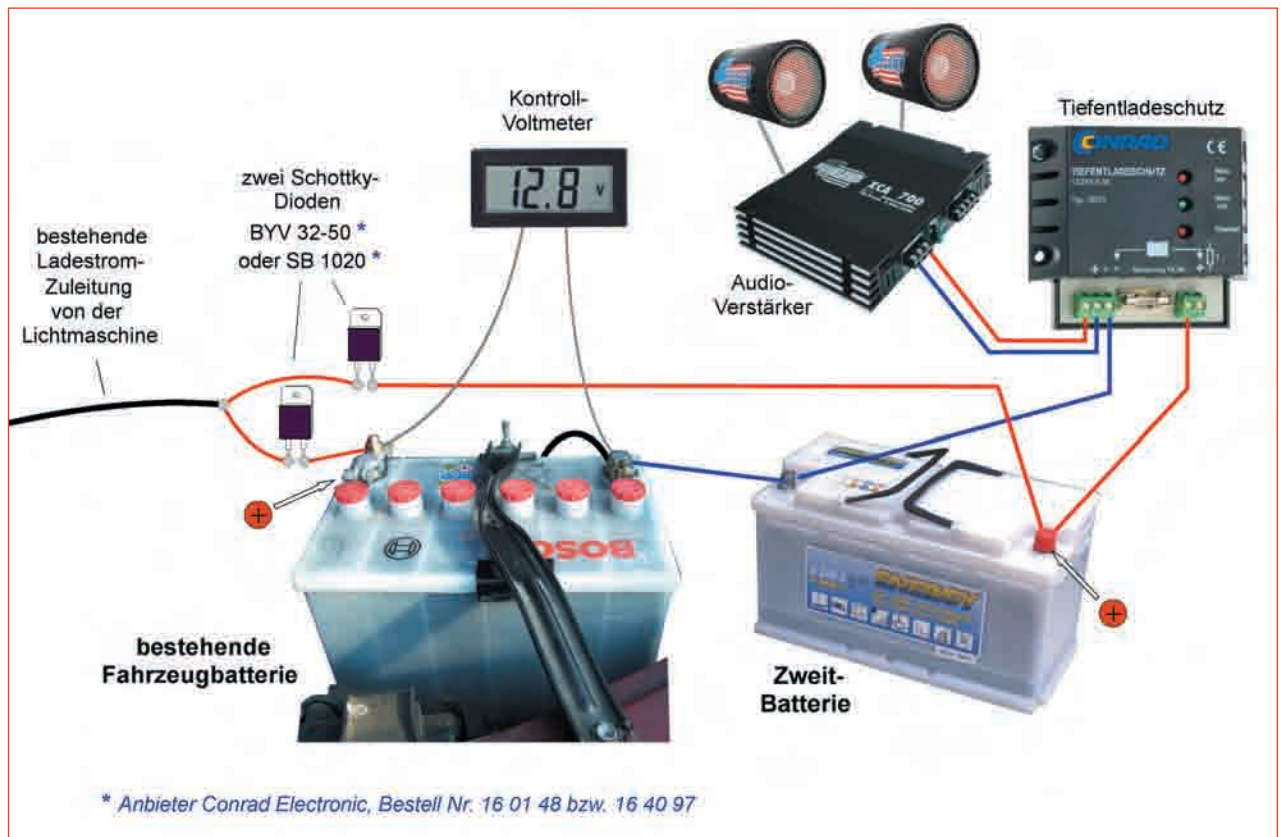

Abb. 12.3 – Zweitbatterie im Auto.
Ähnlich dem angesprochenen Audioverstärker zehren auch diverse weitere Verbraucher von einer Autobatterie. Zuverlässige Abhilfe bietet in solchen Fällen eine Zweitbatterie, die nach Abb. 12.3 einen zusätzlichen Tiefentladeschutz erhalten sollte.
- Zwei Schutzdioden (Schottky-Dioden) müssen die eigentliche Fahrzeugbatterie nach Abb. 12.3 vor dem Entladen durch die weiteren Verbraucher schützen.